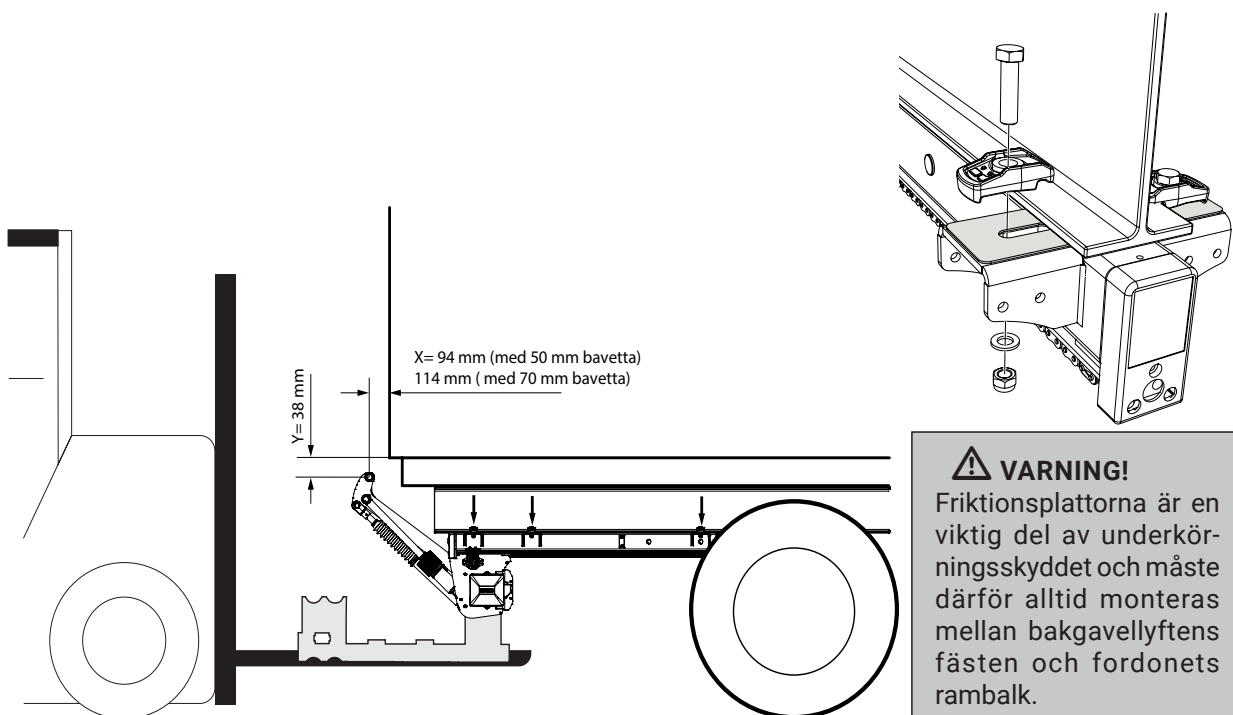

Bild 25. Montering av lyftstomme i arbetsposition
5. Kör försiktigt upp lyftarmen till flakhöjd enligt gällande X och Y mått. Se Bild 25